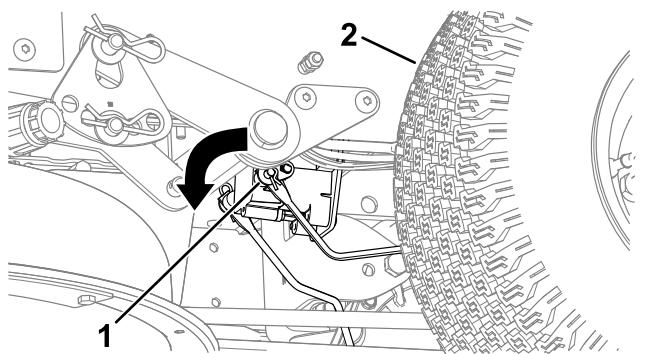

Рисунок 51
- Найдите вал на электрическом тормозе, к которому подсоединенны рычаги тяги тормоза (Рисунок 51).